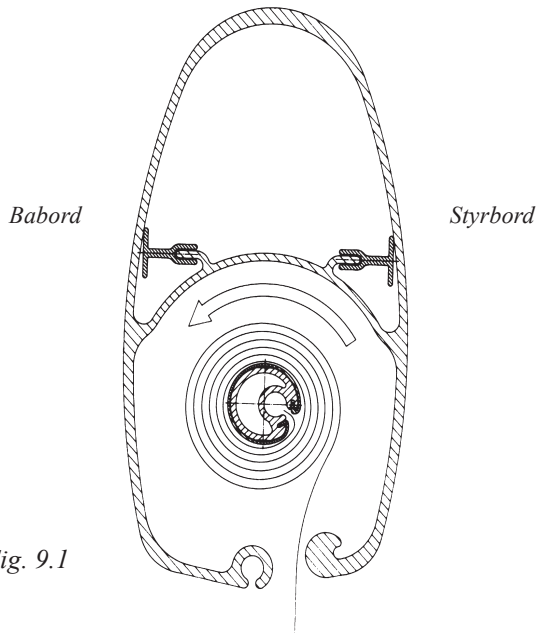

Fig. 9.1
7. Rulla in seglet i masten så att endast skothornet sticker ut. Rullprofilen har en asymmetrisk form som underlättar inrullningen av seglet åt ena hållet. Seglet skall därför alltid rullas upp på styrbords sida om rullprofilen. (Se fig. 9.1). Detta sker genom att vrida inrullningswinchen medurs.
1. Kontrollera att seglet rullats upp korrekt på rullprofilen d. v.s. på styrbords sida om rullprofilen. (se även fig. 9.1)